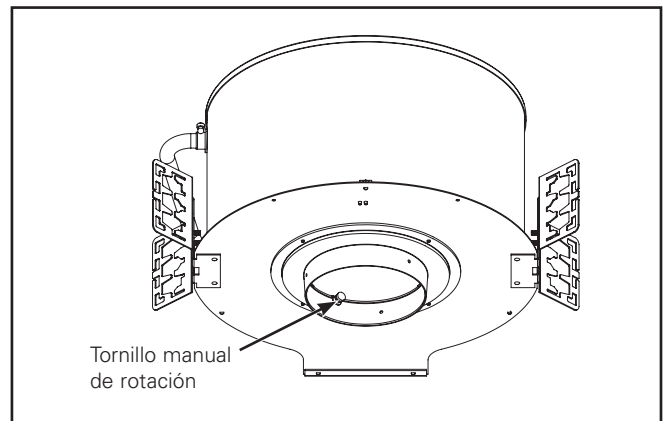

Figura 4.
4. Ajuste las tuercas de ajuste manual (2) para bloquearlas en ángulo.
5. Pase a través de la abertura en la base de yeso, afloje el tornillo de rotación de ajuste manual, hágalo rotar en la dirección deseada y vuelva a ajustar el tornillo manual para bloquearla en su lugar (Figura 4).